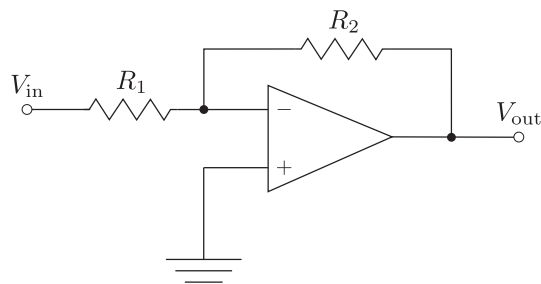

図 1 反転増幅回路
- (2) 信号にとっての入力インピーダンスが異なる。
反転増幅回路の場合、入力インピーダンスはオペアンプの $-$ 端子の前につながっている抵抗の抵抗値 (図 1 の R_1) となる。反転増幅回路で増幅率は、式 (1) より R_2/R_1 となるので、増幅率を上げるには R_1 を小さくする必要がある。このことから、ボルテージフォロワの「インピーダンス変換」で書いたことをふまえると、反転増幅回路は高い制度を要求される場合の電圧の測定には向かない。一方で、非反転増幅回路の場合